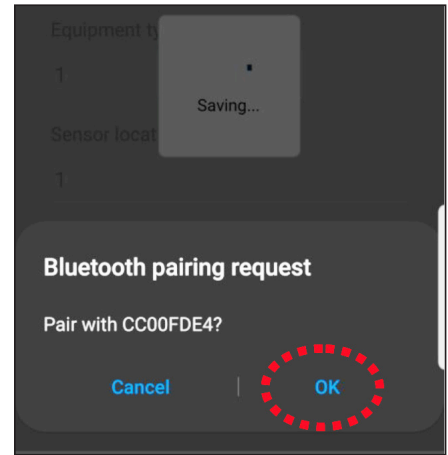

Abbildung 5
7. Koppeln Sie die Chesterton Connect App über Bluetooth® mit der Sensoreinheit (siehe Abbildung 5).